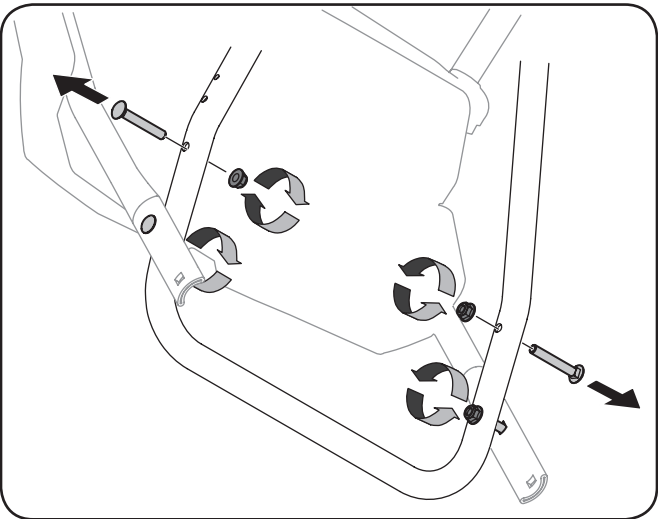

Figure 3-1
1. Desserrez les deux contre-écrous supérieurs qui fixent les poignées inférieur et supérieur. Retirez les deux vis de carrosserie de la poignée inférieur et mettez-les de côté comme illustré sur la Figure 3-1.
2. Placez le levier de vitesses dans la 6e position de marche avant. Voir la Figure 3-1.